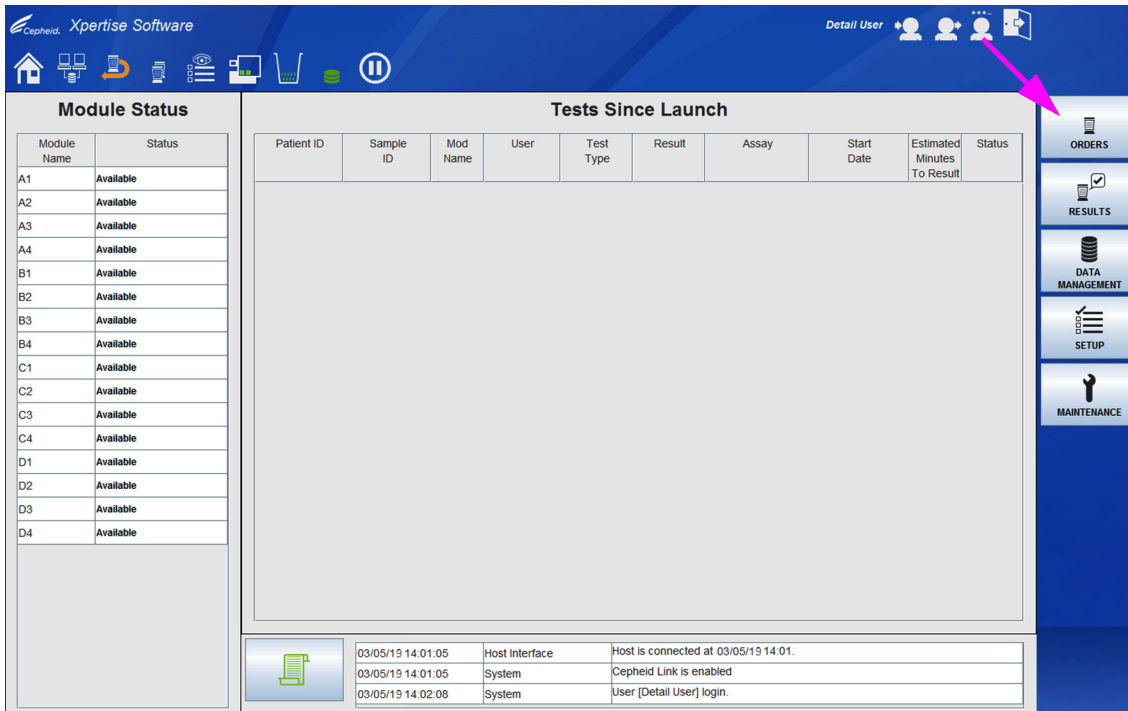
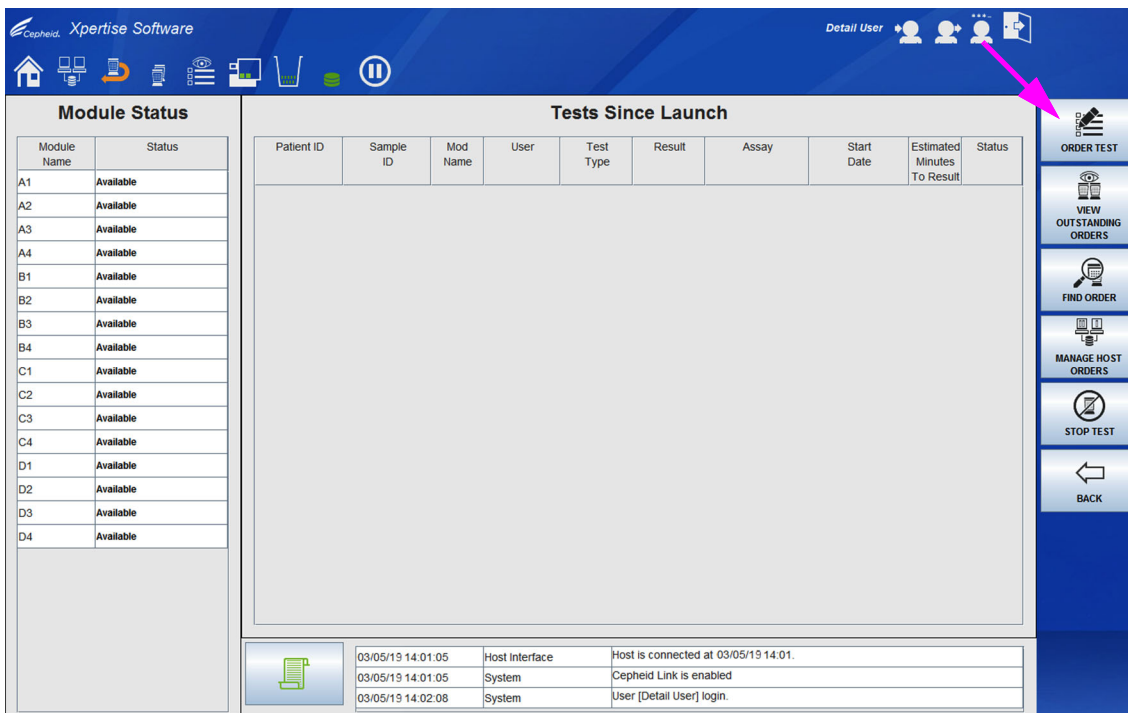

图 5-202. Xpertise 软件主页工作区
图 5-203. 申请菜单
1. 在 Xpertise 软件主页工作区中，选择 **申请 (ORDERS)** 按钮。请参见图 5-202。将显示申请菜单工作区。请参见图 5-203。